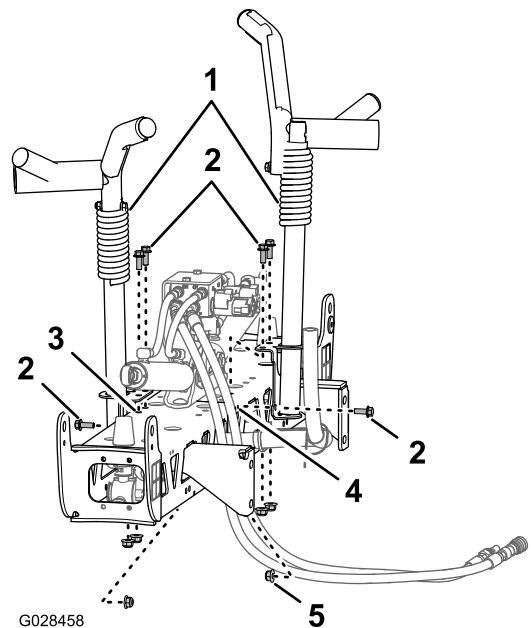
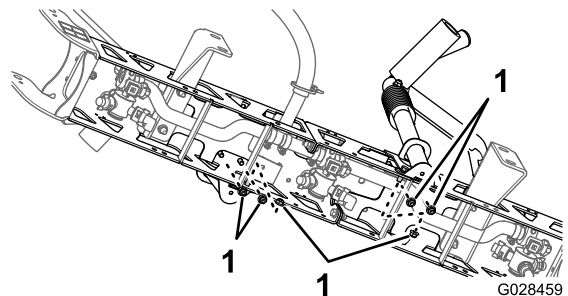

Figura 37
Figura 38
- Asamblei suporturile pe seciunea braului (Figura 37 i Figura 38) cu 6 uruburi ($\frac{3}{8} \times 1$ ") i 6 contrapiulie cu flană ($\frac{3}{8}$ ").
- Aliniai suporturile de transport ale braului la seciunea centrală a braului (Figura 37).